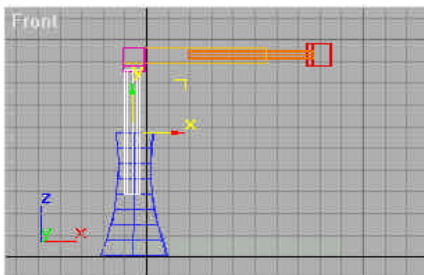

图11-4 X、Y轴被锁定的情况下垂直长轴只能沿Z轴上下垂直运动
4) 试着在前视图中移动垂直长轴,在X、Y轴被锁定的情况下垂直长轴只能沿Z轴上下垂直运动,不能做水平运动,如图11-4所示。垂直长轴的设置工作完成。